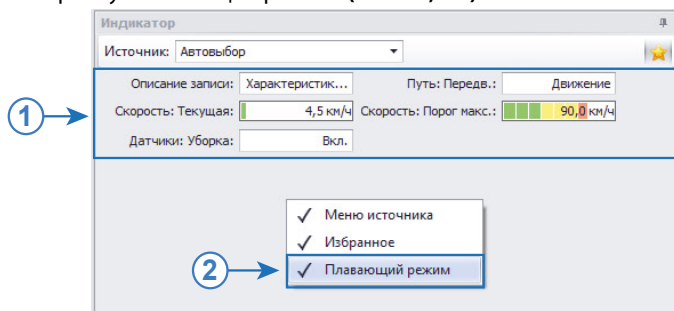

Рис.283. Плавающий режим Индикатора значений.
В режиме просмотра избранных индикаторов доступен плавающий режим Индикатора значений. Плавающий режим позволяет отображать значения параметров в виде строки состояния (Рис.283, п.1). Данная настройка может применяться, например, при воспроизведении трека для наглядной индикации параметров ТС в режиме реального времени.
- нажать правую кнопку мыши на Индикаторе значений и в появившемся меню выбрать настройку «Плавающий режим» (Рис.283, п.2).